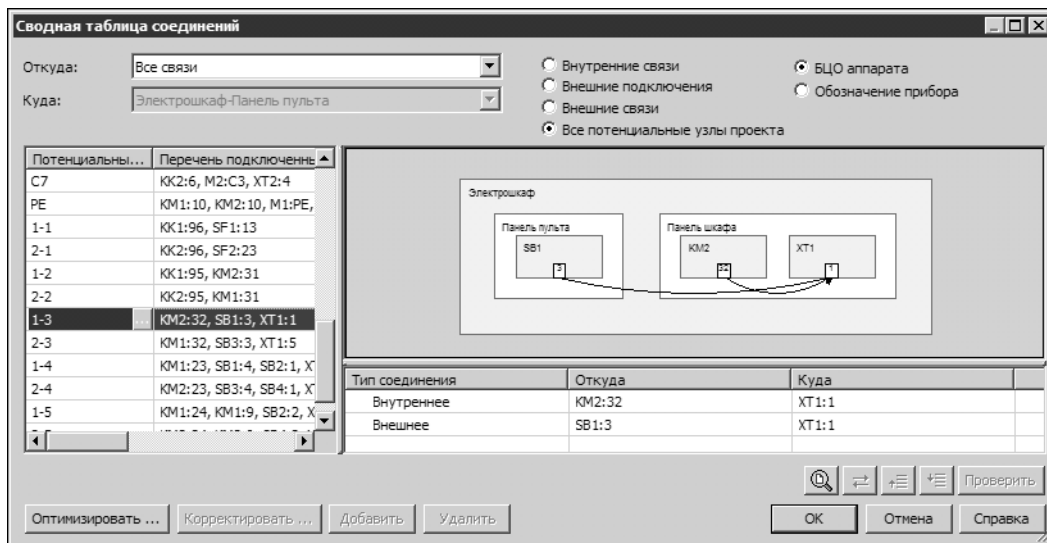

Рис. 26.14. Редактирование соединений
- ▼ Если где-то необходимо произвести корректировку соединений, включите опцию **Все потенциальные узлы проекта** (рис. 26.14), выделите необходимый потенциальный узел и скорректируйте соединения между зажимами аппаратов с помощью графического редактора соединений (см. раздел 25.3.7 на с. 448).